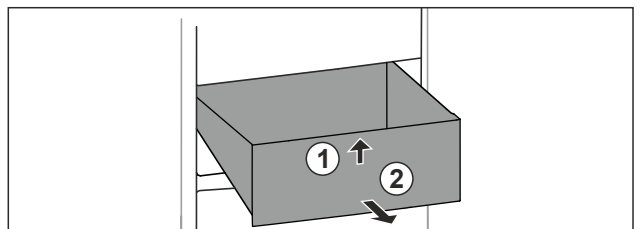

Fig. 36
- ▶ Підняти висувний ящик спереду. Fig. 36 (1)
- ▶ Вийняти висувний ящик рухом вперед. Fig. 36 (2)